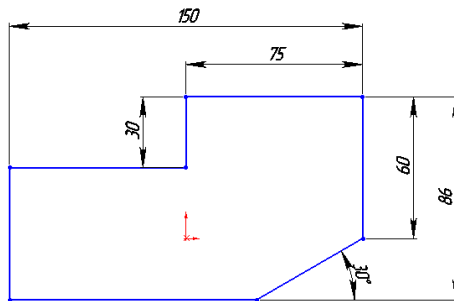

Рисунок 9.57 - Ескіз деталі Пластина
1. Побудову деталі Пластина почнемо з оформлення ескізу деталі. Побудуємо ескіз на площині «Спереди» (рис. 9.57).